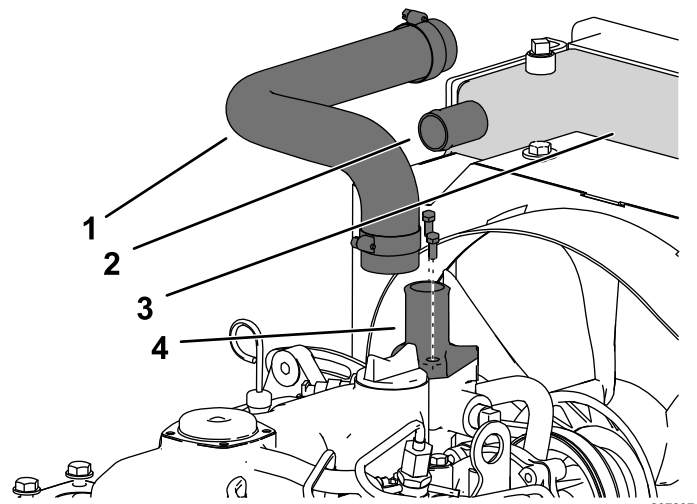

Figura 6
3. Afloje la abrazadera superior y retire la manguera de la salida del radiador (Figura 6).
6. Retire la manguera del radiador de la máquina (Figura 6).
7. Retire los 2 pernos de montaje de la salida de la parte superior del motor (Figura 6).